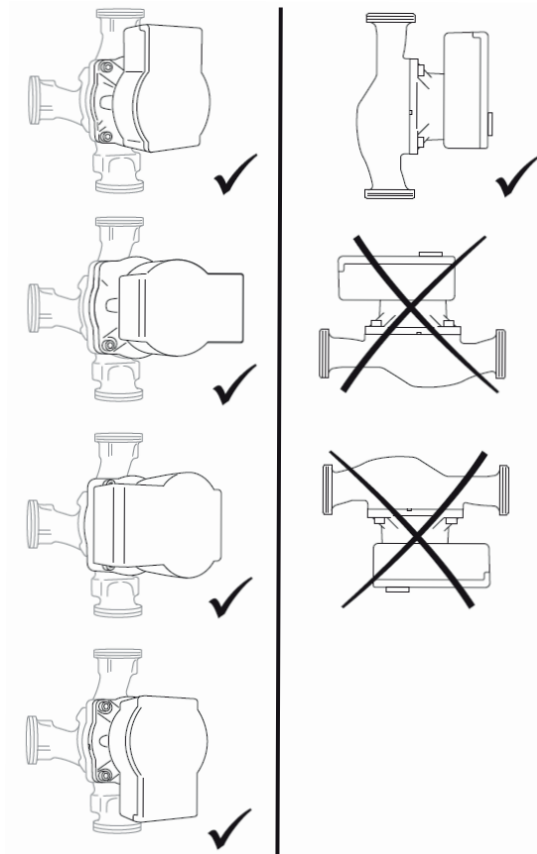

Fig. 6.1:
- Monter la pompe dans la position autorisée (Fig. 6.1).